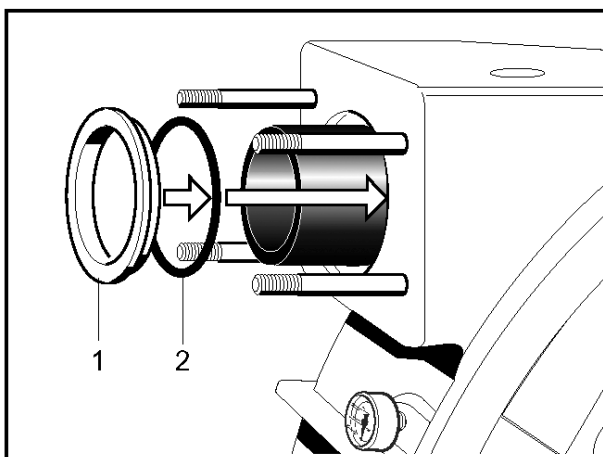

Fig. 18
4. Montera anslutningssockeln på trycksidan fullständigt. Börja med att sätta på den nya O-ringen med stegringen (Fig. 18).